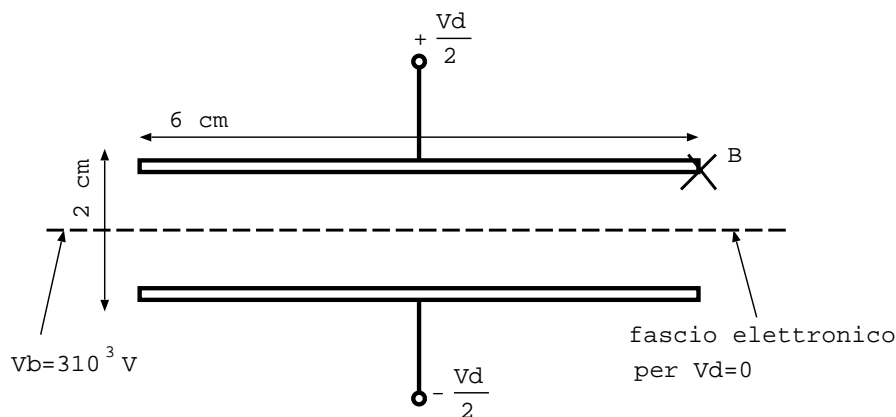

Figura 4: Placchette di deflessione
23. Con riferimento alla figura 4 (placchette di deflessione) determinare per quale valore della tensione V_d il fascio elettronico passa per il punto B , quando la tensione di accelerazione del fascio è $V_b = 3 \cdot 10^3 \text{ V}$. ($m_{\text{elettrone}} = 9.1 \cdot 10^{-31} \text{ Kg}$, $q_{\text{elettrone}} = 1.6 \cdot 10^{-19} \text{ Coulomb}$)